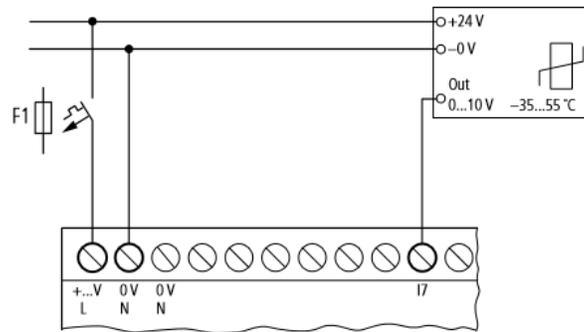
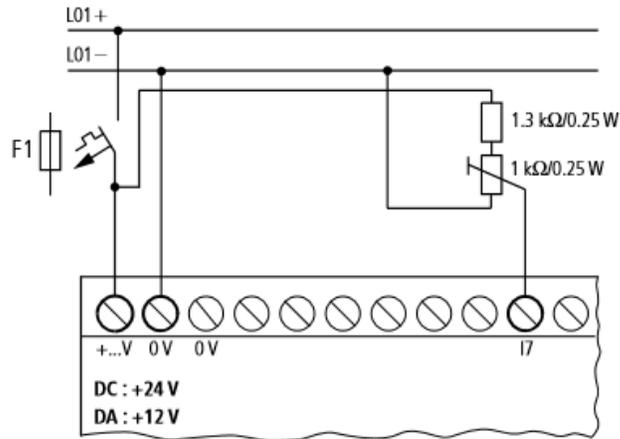

Figura 3: Conexión con transmisor de temperatura, Fuente EASY Moller
Figura 4: Potenciómetro de señal analógica con alimentación de 24 VDC, Fuente EASY Moller
De acuerdo a disponibilidad de autómatas, escoger alguno de los circuitos puente H de la figura 3 o figura 4, note que con los circuitos de la figura 3 requiere emplear cuatro salidas del autómata, mientras que para el circuito de la figura 4 solo dos.
3. Dibuje la conexión eléctrica a realizar para control de inversión de giro para autómatas con salida de relé y con salida de transistor correspondientes a la figura 3.
4. Dibuje la conexión eléctrica a realizar para control de inversión de giro para autómatas con salida de transistor y relé correspondiente a la figura 4.
La configuración de la conexión del reóstato mostrada en la figura 4, corresponde al circuito divisor de voltaje también mostrado en figura 5, con la ecuación que describe cómo obtener el voltaje de salida. Aplicando esta ecuación a los datos de la figura 4 se tiene:
Es decir que I7 de la figura 4 recibirá entre 0 y 10 V (redondeado), rango característico de señales de entrada de autómatas en el rango de voltajes.